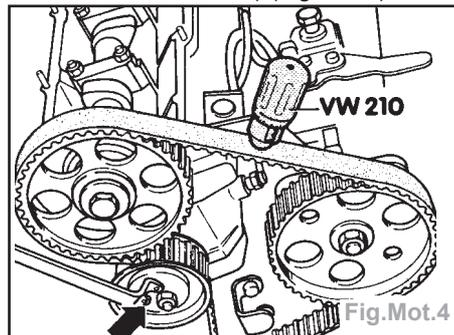

Fig.Mot.4
- Tendre la courroie crantée (tourner le galet-tendeur vers la droite à l'aide d'une clé pour écrous, p. ex. Matra V159 - flèche -) (Fig.Mot.4).